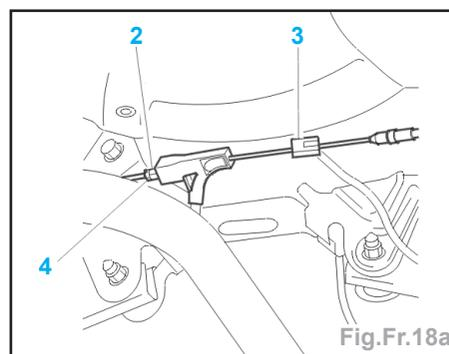

Fig.Fr.18a
- Visser l'écrou (2) du répartiteur jusqu'au blocage de l'un des deux disques (le disque est entraîné à la main) (Fig.Fr.18a).